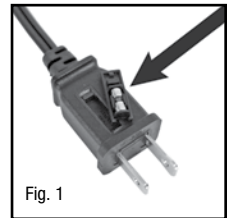
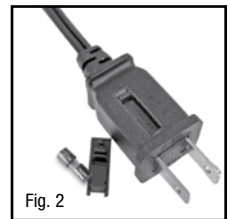

Fig. 1
Fig. 2
2. Si su ventilador pierde potencia y sospecha que el fusible de su ventilador se ha fundido, debe primero retirar el sujetador del fusible de repuesto adjunto al cable de corriente (Fig. 1). Retire el fusible de repuesto del sujetador de plástico y déjelo a un lado (Fig. 2).
El ventilador de alto velocidad Turbo ForceMR tiene un diseño aerodinámico que le ofrece versatilidad para cambiar su ángulo de dirección simplemente ajustándolo al ángulo de salida que usted desee (Fig.1). Al usar este ventilador, usted sentirá una corriente de aire fuerte y potente, la cual se moverá rápidamente para proporcionar un efecto enfriante.